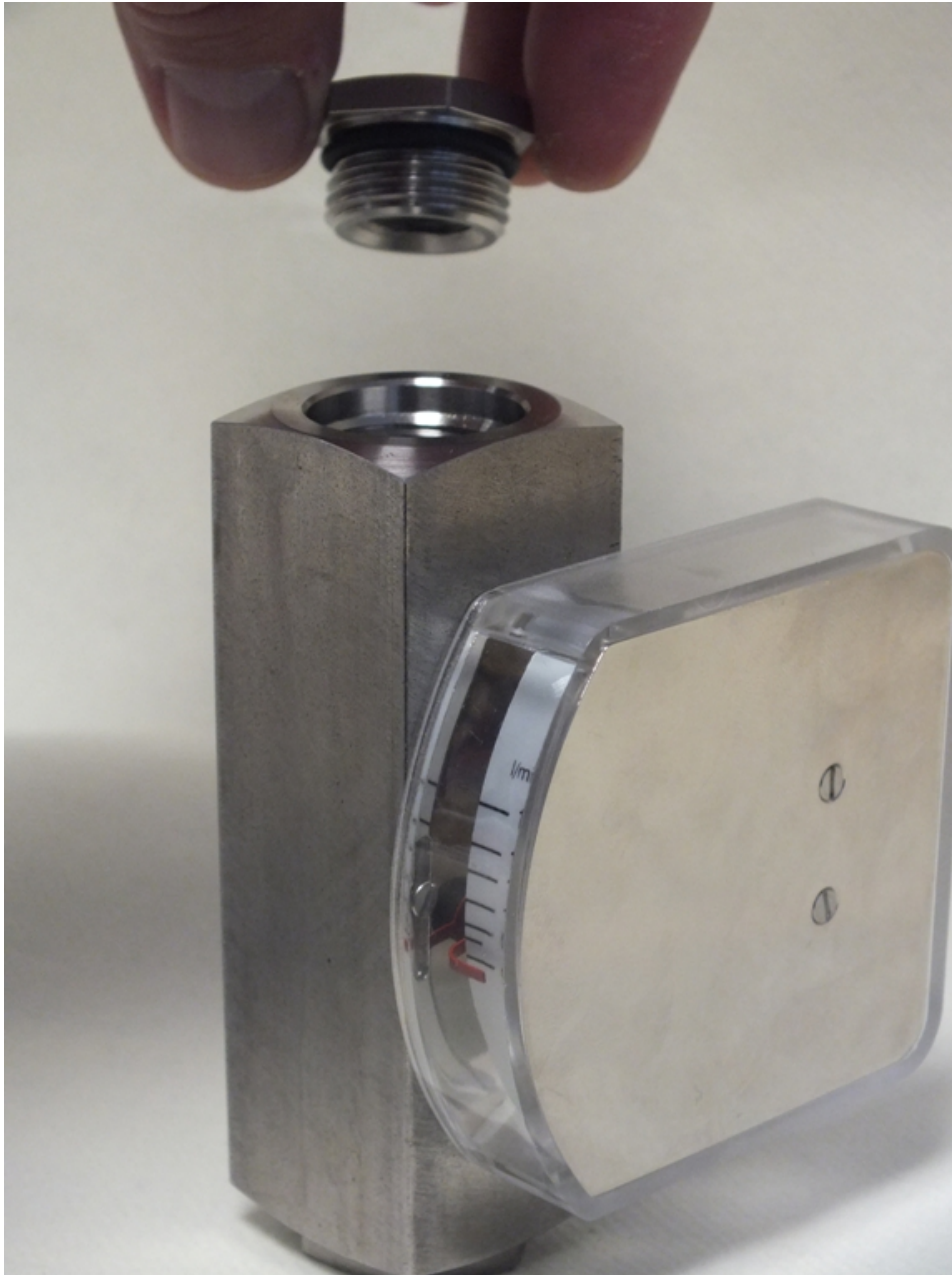

Abb. 59: Verschraubung (Ausgang) einsetzen
10. ➤ Verschraubung (Ausgang) in den Gerätekörper (Ausgang) einsetzen (Abb. 59)